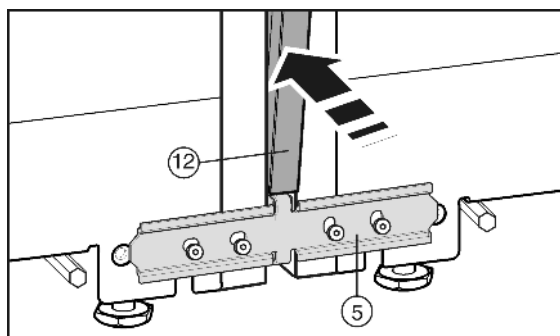

Fig. 9
Trykk sammen de to føringene på dekklisten Fig. 9 (12) over hele lengden før dekklisten settes på. Da blir listen lettere å føre inn i spalten. Bruk en myk klut når du trykker inn listen for å unngå at det oppstår ujevnheter i dekklisten. Press listen omhyggelig og jevnt inn i spalten for å oppnå perfekt forbindelse.
- Trykk den lange dekklisten Fig. 9 (12) inn i den vertikale spalten på fremsiden. Pass på at listen står på forbindelsesplaten Fig. 9 (5).